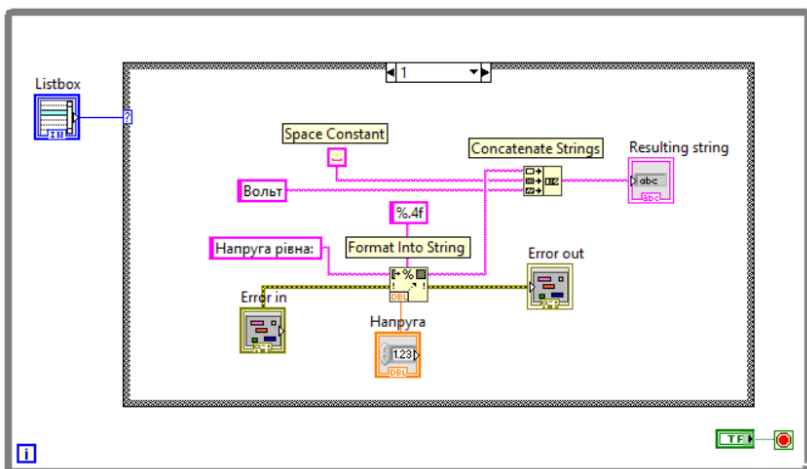

Рис. 25
6. Виберіть у вікні Case Structure варіант «1» і побудуйте блок-діаграму відповідно до рис. 25.